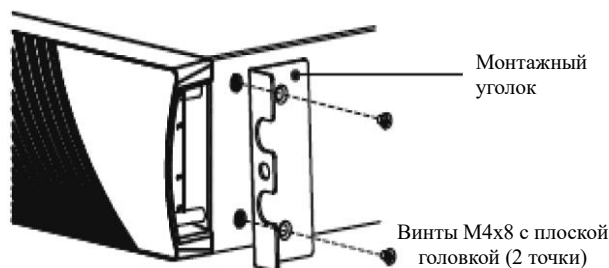

Рисунок 3 Установка монтажных кронштейнов
- h) Выровняйте монтажные кронштейны напротив отверстий на каждой боковой стороне ИБП и закрепите при помощи винтов М4х8 с потайной головкой из комплекта поставки ИБП (см. рисунок 3 ниже).